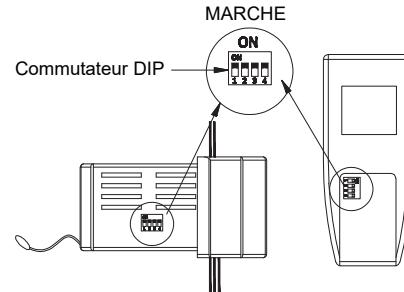

Fig. 11
**REMARQUE :** Commutateur de code : Les codes sont définis en poussant les commutateurs DIP vers le haut ou le bas. Le code utilisé pour l'émetteur et le récepteur doit être obligatoirement le même, sinon la télécommande ne fonctionnera pas. Veuillez noter que le commutateur de code vous permettra de faire fonctionner une deuxième télécommande indépendamment. Par exemple, si vous avez deux ventilateurs de plafond avec deux télécommandes, définissez des codes différents par émetteur/récepteur. Vous pourrez ainsi faire fonctionner chaque ventilateur de plafond indépendamment (**Fig. 11**).